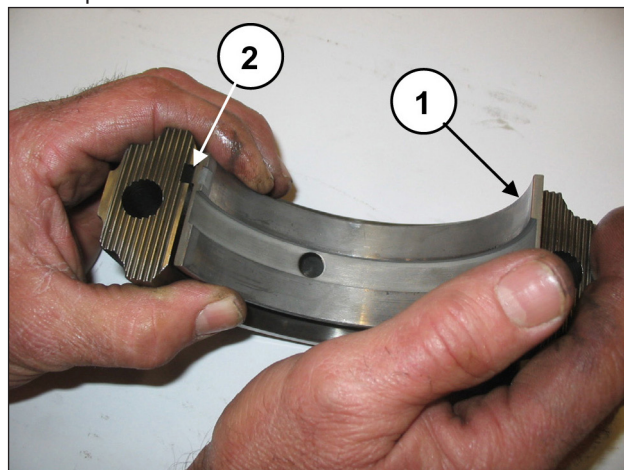

Fig. 58
Applicare i semicuscinetti inferiori ai cappelli (pos. ①, Fig. 58) assicurandosi che la linguetta di riferimento dei semicuscinetti venga posizionata nell'apposito alloggiamento sul cappello (pos. ②, Fig. 58).